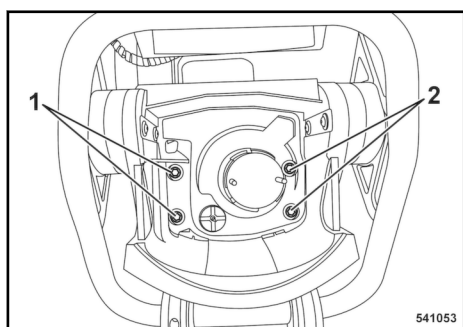

Fig. 48
Desenroscar os parafusos de fixação (1) e (2) ↪ Fig. 48 da carcaça do filtro do ar.